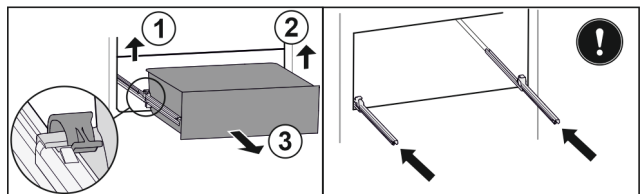

Fig. 62
- ▶ Soulever la bride gauche et tirer dans le même temps la partie gauche du tiroir vers l'avant. Fig. 62 (1)
- ▶ Soulever la bride droite et tirer dans le même temps la partie droite du tiroir vers l'avant. Fig. 62 (2)
- ▶ Retirer le tiroir par l'avant. Fig. 62 (3)